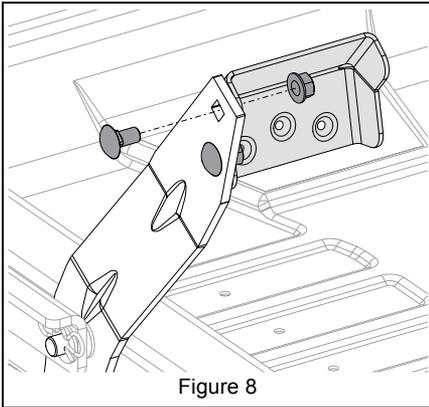

Figure 8
Voir Figure 8.
2. Tourner la pédale comme illustré à la Figure 8 et fixer la visserie retirée à l'étape 1.